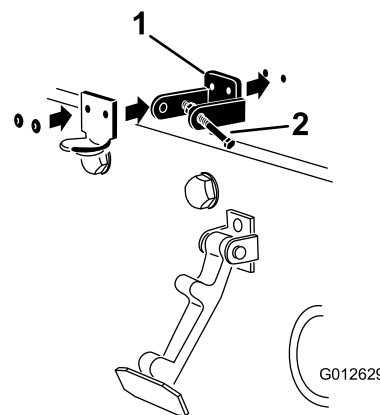

Рисунок 16
Примечание: Стопорный кронштейн должен быть прижат к капоту (Рисунок 16). Не снимайте болт с гайкой с рычага стопорного кронштейна.
5. Приклепайте кронштейны и шайбы к капоту (Рисунок 16).